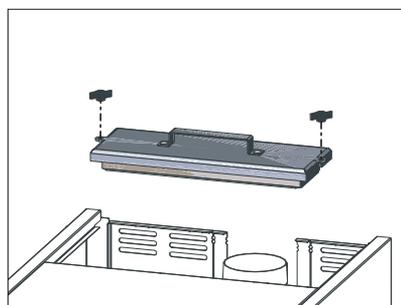

Fig. 35 Retirer le couvercle
- ▶ Désolidariser les raccords filetés au niveau du couvercle de nettoyage et retirer le couvercle – Fig. 35.